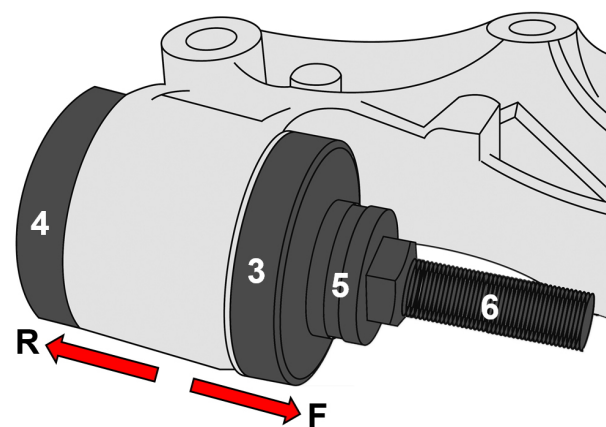

Fig. 5
5. Continuez à serrer l'écrou pour terminer le montage de la douille. Le montage de la douille est terminé lorsqu'une résistance est perceptible et que la douille est parfaitement assise comme illustré à la figure 5.